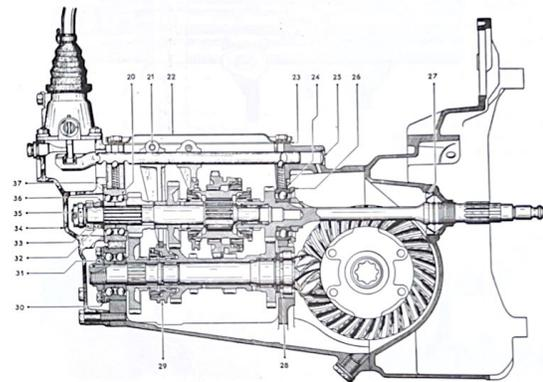

Fig. 3.7.—Sección longitudinal en la caja de cambios.
a) Retirar la tapa trasera (34) (fig. 3.7) y extraer los suplementos de reglaje.
3.2.0.4. Retirar el eje intermedio (fig. 3.7 y 3.9)
a) Meter dos velocidades y retirar la tuerca (35) del eje intermedio. Retirar la tuerca (31) del piñón de ataque-eje de salida (tuerca con roscado a izquierdas).
3.2.0.5. Retirar el piñón de ataque-eje de salida y el eje de entrada (eje de embrague). (fig. 3.7 y 3.10).
a) Retirar la brida (30) del rodamiento trasero del piñón de ataque-eje de salida. No extraer los cuatro suplementos de la brida (30) del rodamiento.
b) Extraer el piñón de ataque-eje de salida con su rodamiento delantero (28). Retirarlo por la parte delantera de la caja golpeando sobre el extremo trasero con un botador de cobre.
Terminar el desmontaje de la caja de cambios retrando los tapones expansibles (25, fig. 3.7) y el tornillo de obturación del alojamiento de la bola de retención. Retirar el tapón de llenado del aceite y el tapón de vaciado.